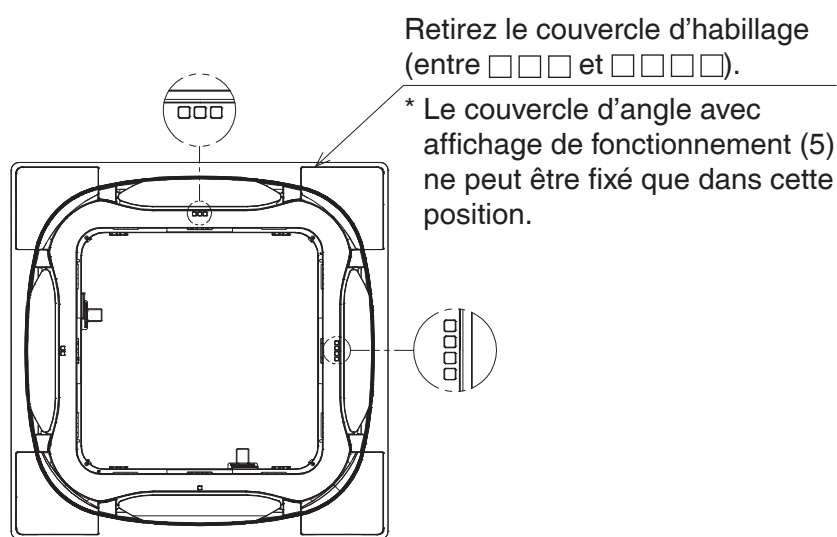

Figure 16
2. Retirez le panneau d'habillage à l'endroit indiqué sur la **figure 16** (marqué □□□ et □□□□).
(Reportez-vous à la **Figure 16**.) (Le couvercle d'habillage retiré n'est plus nécessaire).